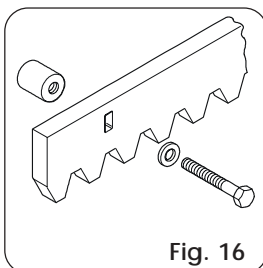

Fig. 16
4.4.2. STALEN TANDHEUGEL – VASTSCHROEVEN (Fig. 16)